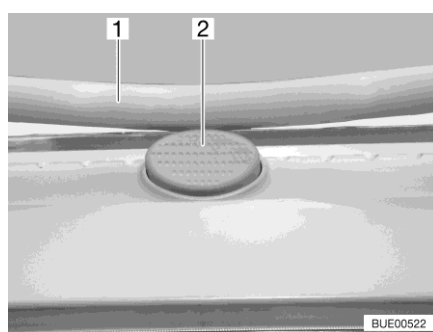

Fig. 33 Botón de seguridad (claraboya inclinable)
- Pulsar el botón de seguridad (Fig. 33,2) y tirar el estribo (Fig. 33,1) hacia abajo con ambas manos.
- Presionar el estribo hacia arriba con ambas manos hasta que el estribo se encuentre encima del botón de seguridad (Fig. 33,2).